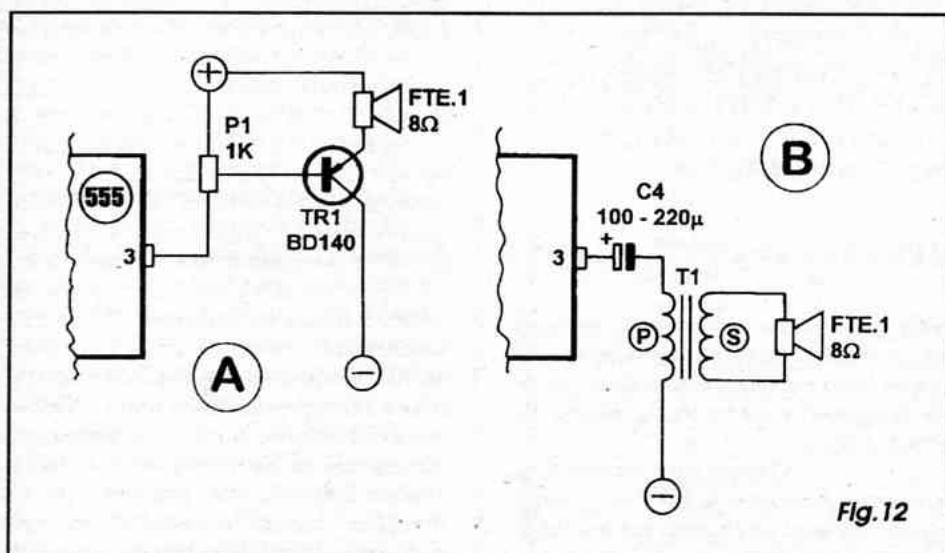

Fig.12
- FIG. 12 - Ainda falando no correto aproveitamento e eventual controle da saída de um oscilador com 555, a figura traz dois arranjos interessantes de se conhecer: em A temos um esqueminha cuja organização proporciona controle de volume na saída amplificada (por um único transistor), devendo o caro leitor/aluno notar que - no caso - P1 faz simultaneamente uma série de trabalhos: limita a corrente de saída do 555, controla a polarização de base de TR1 e determina o nível do sinal aplicado ao transistor... Transistores de média potência (como o BD140 indicado, ou vários equivalentes...) são apropriados para a aplicação... Já no item B vemos um modo alternativo de entregar e casar os